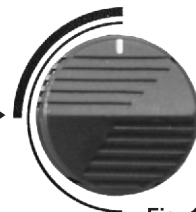

Fig. 1
- 2 - Gire o botão no sentido anti-horário na posição máxima, à 90°, conforme imagem (Fig. 1);
* Para o assado de bolos recomenda-se o uso de somente uma (1) grade, com a mesma localizada no segundo trilho de cima para baixo estando, assim, mais longe do aquecimento (Fig. 1);